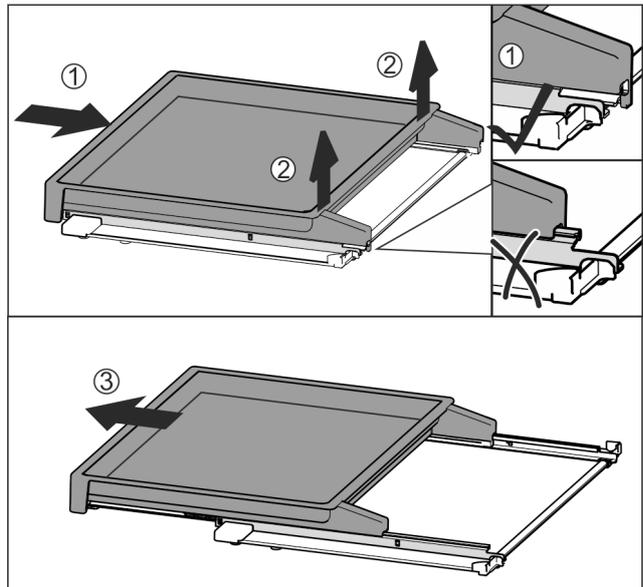

Fig. 133
- ▶ Auszugsbord vollständig einschieben Fig. 133 (1).
- ▶ Verrastung an hinterer Seite lösen Fig. 133 (2).
- ▶ Auszugsbord nach vorne herausnehmen Fig. 133 (3).